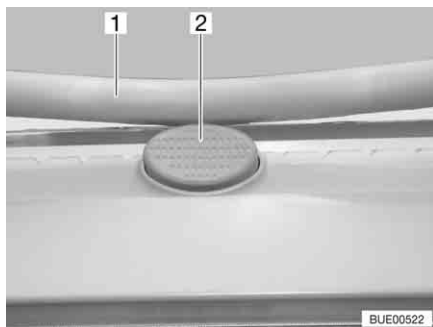

Fig. 96 Bottone di sicurezza sull'oblò Heki
- Premere il bottone di sicurezza (Fig. 96,2) e tirare verso il basso la staffa (Fig. 96,1) con entrambe le mani.
- Premere la staffa verso l'alto con ambedue le mani, finché la staffa non poggia al di sopra del bottone di sicurezza (Fig. 96,2).